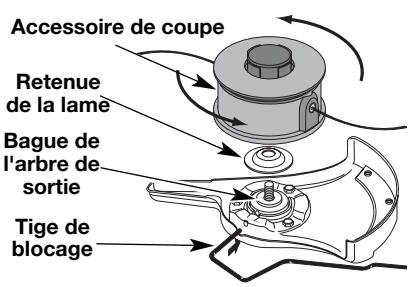

Fig. 14
5. Alignez le trou de la bague de l'arbre avec la fente de la tige de blocage, puis insérez la tige dans le trou (Fig. 8). Placez la retenue de lame sur l'arbre de sortie, la partie plate reposant contre la bague de l'arbre tel qu'indiqué sur la Fig. 14. Vissez l'accessoire de coupe à gauche sur l'arbre. Vissez bien.